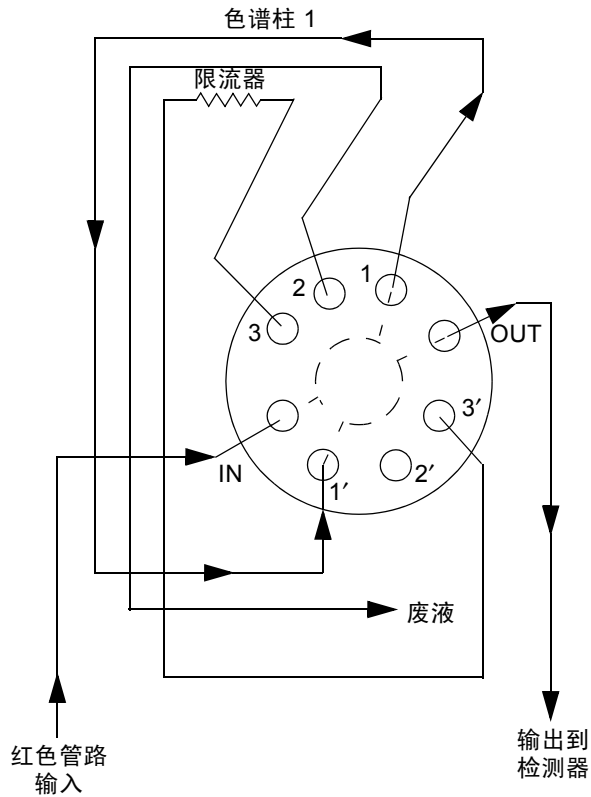

图 2-8 三个色谱柱选择阀配置（出厂配置）
3 个色谱柱选择阀（图 2-8）是一个具有 8 个端口、3 个位置的阀，其出厂时做了如下的预先配置：
**注意：**与三个色谱柱选择阀（请参阅图 2-8 中的示例）类似，六个色谱柱位置均可供限流器或废液使用。